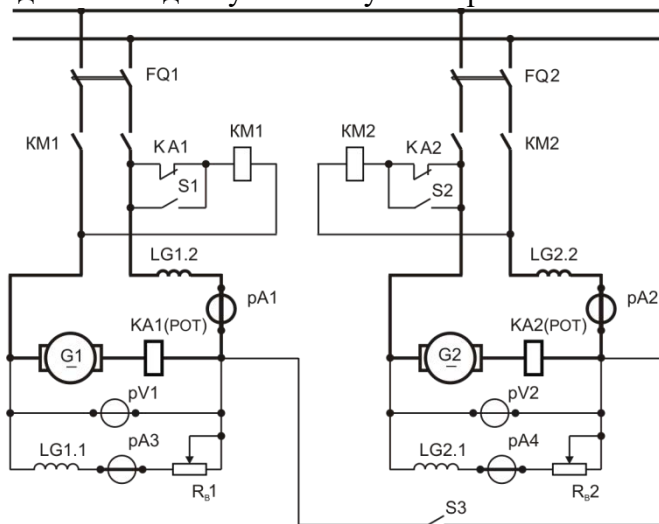

Рис. 3
4. Определить элементы схемы параллельной работы ГПТ (рис. 3). Объяснить порядок ввода ГПТ в параллельную работу. Продемонстрировать работу схемы, определить введенную в схему неисправность.